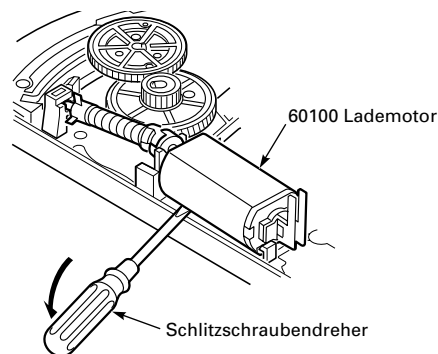

Fig. 8.13
- Lademotor (60100) mit einem Schlitzschraubendreher vorne am Motor aus der Rastung heraushebeln und mit dem Schneckenrad (60200) aus den Führungen nehmen (Fig. 8.13).